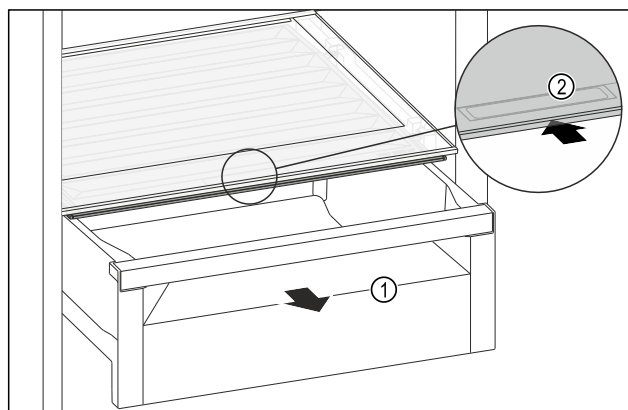

Fig. 117
- ▶ Zásuvku Fig. 117 (1) vytáhněte.
- ▶ Uchopte prohlubeň pro rukojeť Fig. 117 (2) na víku zásuvky a současně zasuňte víko zásuvky směrem dozadu.